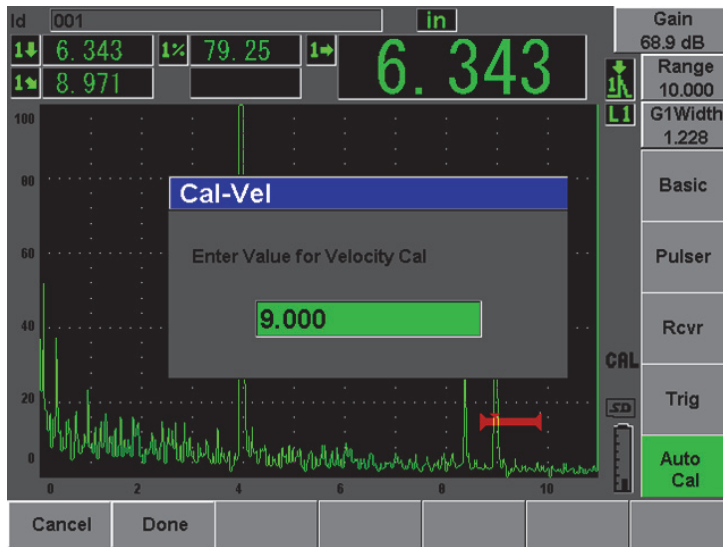

图 10-22 闸门内声速校准信号示例
8. 使用 [**GATES**]（闸门）键，定位闸门 1，以使从试块的弧形处反射的第二个回波处于闸门范围内。这个回波应接近 9 in.（225 mm）（参见第 183 页的图 10-22）。